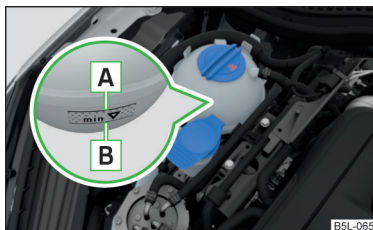

Fig. 161
Denumirea lichidului de răcire este menționată pe vasul de expansiune a lichidului de răcire » fig. 161 la pagina 176.
- Nu adăugați lichid de răcire deasupra marcajului **A** » fig. 161 la pagina 176.
Vasul de expansiune a lichidului de răcire » fig. 161
► Verificați nivelul lichidului de răcire la vasul de expansiune a lichidului » fig. 161.
Când motorul este cald, rezultatul verificării poate fi inexact. Nivelul se poate afla chiar și peste marcajul **A** » fig. 161.